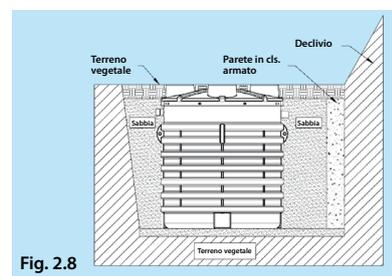

Fig. 2.8
**Fig. 2.8** - Qualora si dovesse interrare il serbatoio nelle vicinanze di un **declivio** o in luoghi con pendenza, è necessario confinare la vasca con **pareti in calcestruzzo armato**, opportunamente dimensionate da un **tecnico specializzato**, in modo da bilanciare le spinte laterali del terreno e da proteggere l'area da eventuali infiltrazioni. Il riempimento del serbatoio ed il rinfiango devono essere sempre effettuati in modo graduale come specificato precedentemente (Vedi par. 2.1).